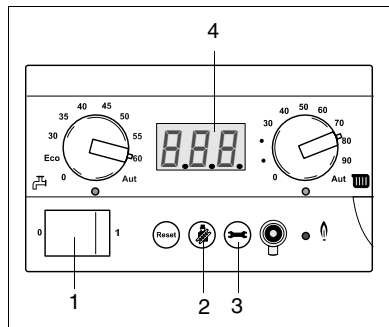

Fig. 6 Indstilling af pumpeefterløbstiden
- Tænd/sluk-afbryderen (fig. 6, pos. 1) indstilles på "1".
- Tryk samtidig på skorstensfejer- og servicetasten (fig. 6, pos. 2 og 3), indtil teksten "L—" (fig. 6, pos. 4) vises på displayet på BC 10.
- Tryk igen på servicetasten, indtil teksten "F05" vises på displayet på BC 10 (fig. 6, pos. 4). Pumpeefterløbstiden er fra fabrikken indstillet på 5 minutter ("F05"). Pumpeefterløbstiden kan indstilles på et tidsrum mellem 5 og 60 minutter (F05..F60) eller på 24 timer (F1d) . Hvis der er risiko for at varmeanlægget udsættes for frost, skal en pumpeefterløbstid på (F1d) vælges.
- Den ønskede indstilling skal bekræftes ved at trykke på servicetasten (fig. 6, pos. 3) .